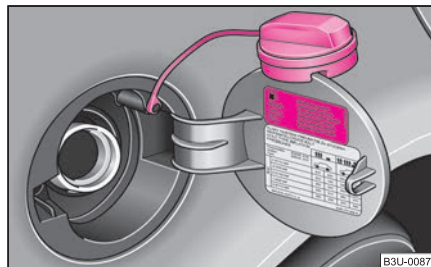

Fig. 170 Sportello serbatoio con tappo a vite
Esistono diversi tipi di benzina. Per sapere qual è quello richiesto dalla propria vettura, leggere ⇒ pag. 229. L'informazione è riportata anche sul lato interno dello sportello del serbatoio carburante ⇒ pag. 184, fig. 170.
- Agganciare il tappo del serbatoio allo sportello con la parte superiore rivolta verso l'alto ⇒ fig. 170.